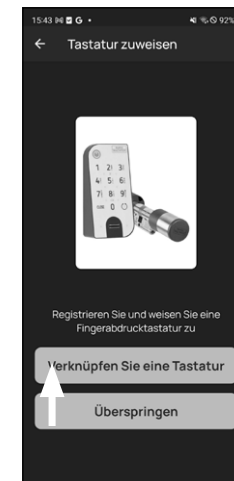

Fig. 8
No menu seguinte (Fig. 8), serão dadas as duas opções seguintes:
- 10 Toque em "Saltar" (Fig. 8).